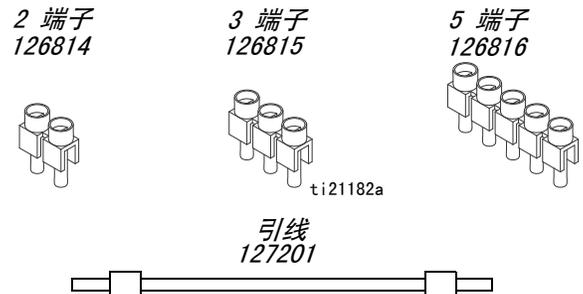
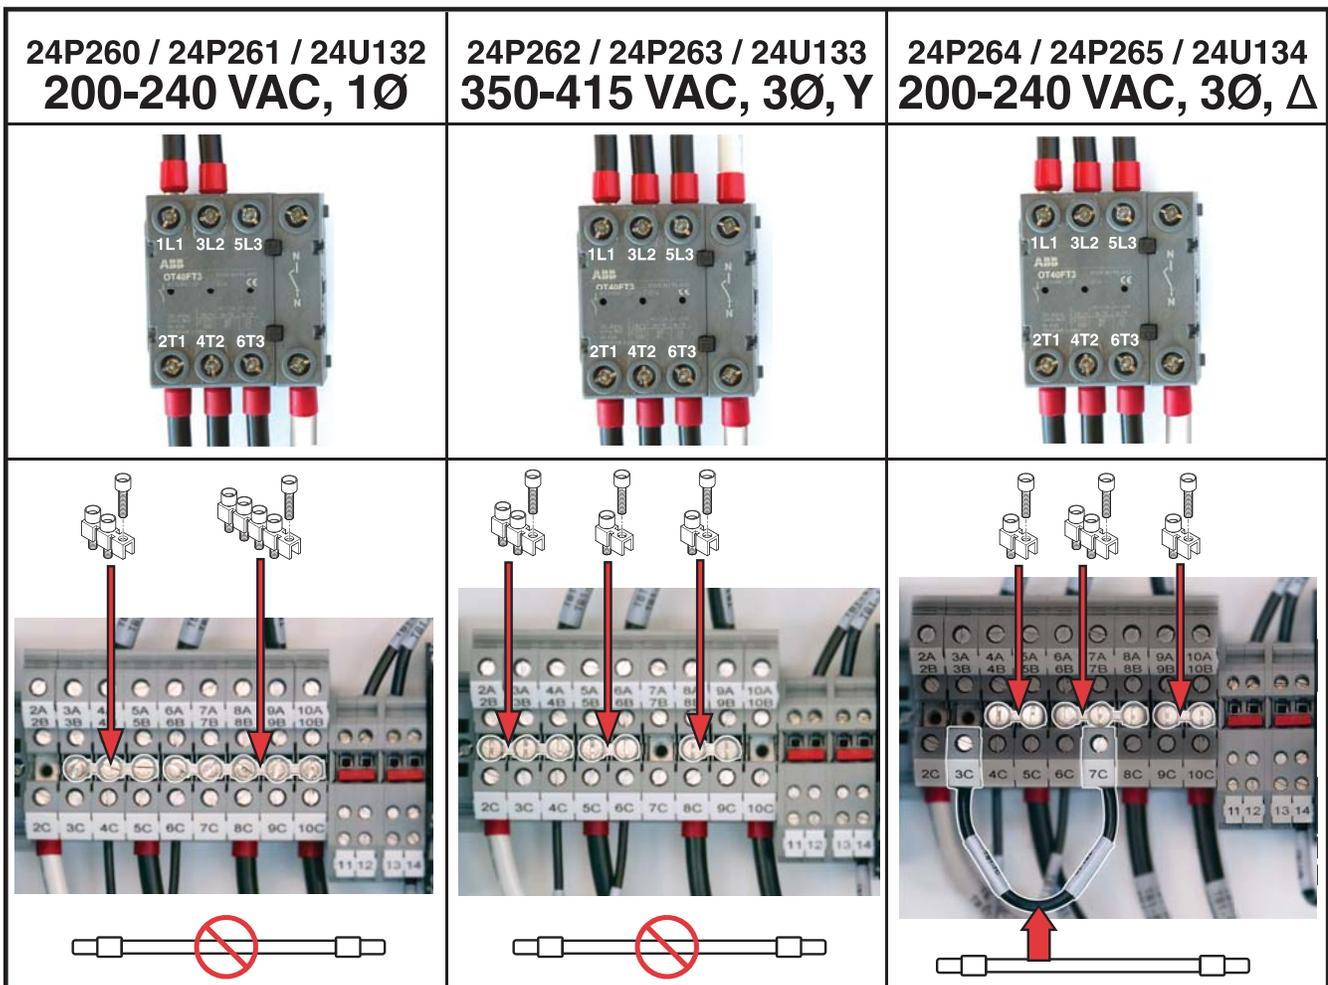

图 13：跳线
图 15
4. 确保接线板跳线对于所用相位和电压处于正确位置。必要时，改变其位置与图 15(第 20 页)相匹配。参见下表和图 13 和图 15。
8. 如图 15 所示连接 L1、L2、L3 和 N。不是所有的型号都用到 4 根电线。